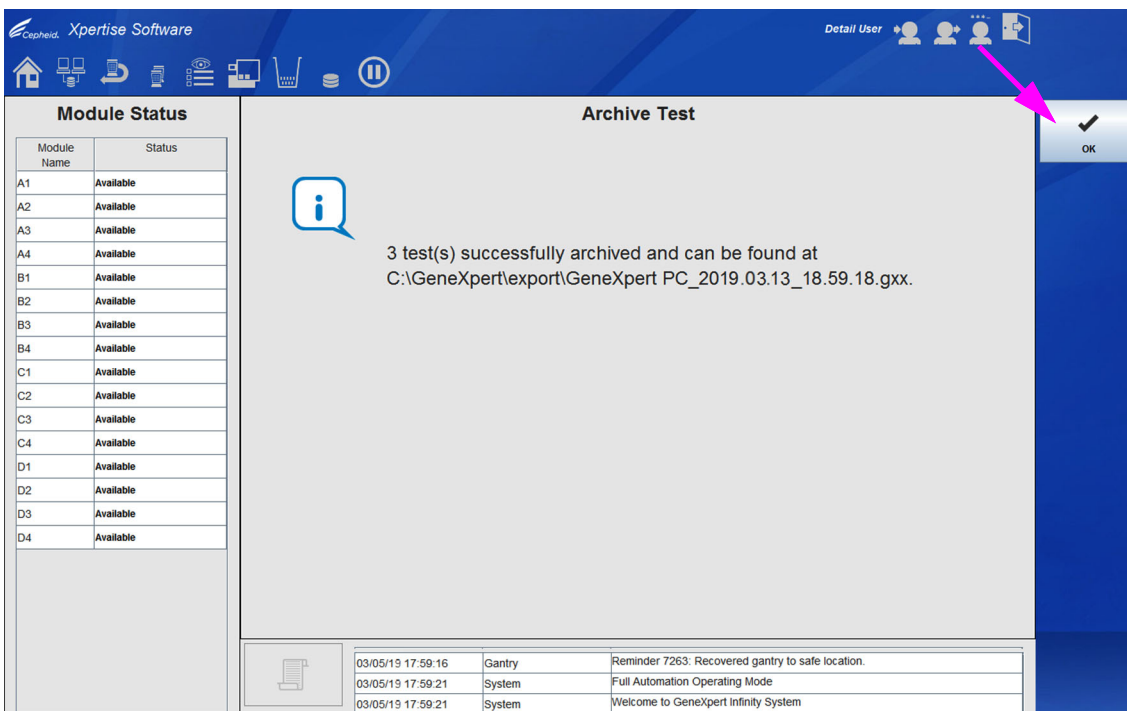

Figura 5-136. Área de trabalho Archive Test (Arquivar teste) – Confirmação de arquivo bem-sucedido
6. Depois do arquivo estar concluído, será apresentada uma área de trabalho de confirmação a indicar que os testes foram arquivados e o nome do ficheiro de arquivo (ver Figura 5-136). Selecione o botão **OK**.